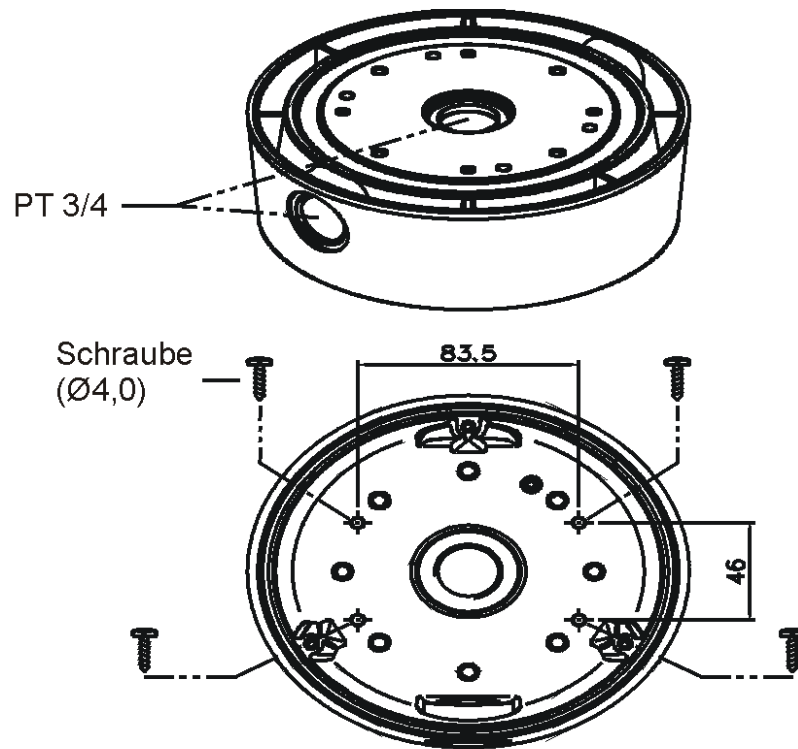

FIG.3
1. Fixieren Sie den Aufputzmontage-Adapter mit 4 Schrauben an der gewünschten Stelle (FIG.3).